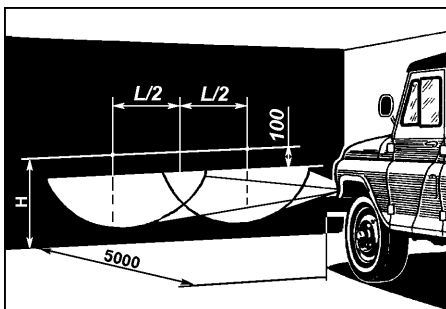

Рис. 9.48. Разметка экрана для регулировки противотуманных фар:
**Противотуманные фары** регулируйте так, чтобы световые пятна на стене или экране были расположены, как показано на рис. 9.48. Для замены лампы поверните патрон в сборе с лампой против часовой стрелки и выньте его из гнезда.